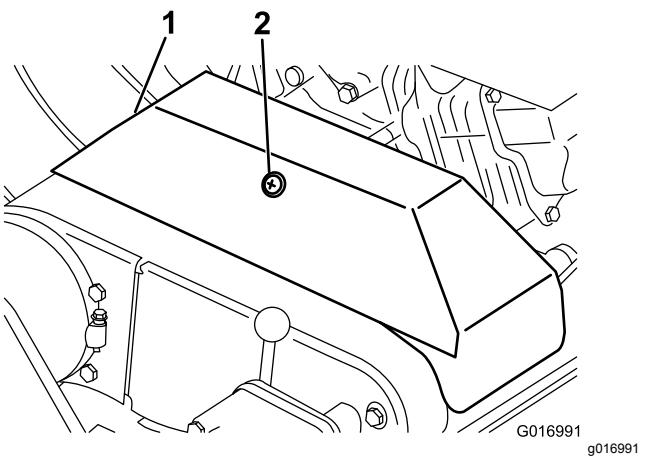

图41
- 松开固定 V 形皮带罩的卡环并将皮带罩旋开图41。
2. 松开固定 V 形皮带罩的卡环并将皮带罩旋开图41。